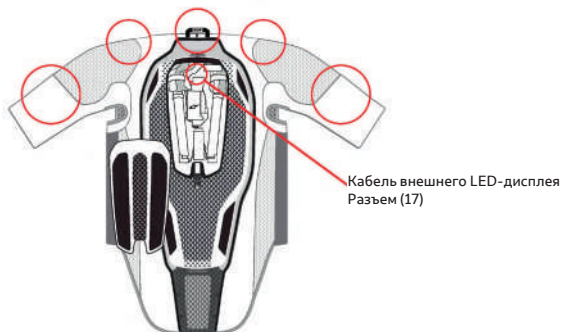

Рисунок 12: Расположение липучек и разъема внешнего светодиодного дисплея (17)
1. Подготовка системы. Снимите преобразователь (3) и убедитесь, что все липучки на базовом слое (1) свободны от защитных накладок. Всего имеется 5 точек крепления на липучках (см. рисунок 12):